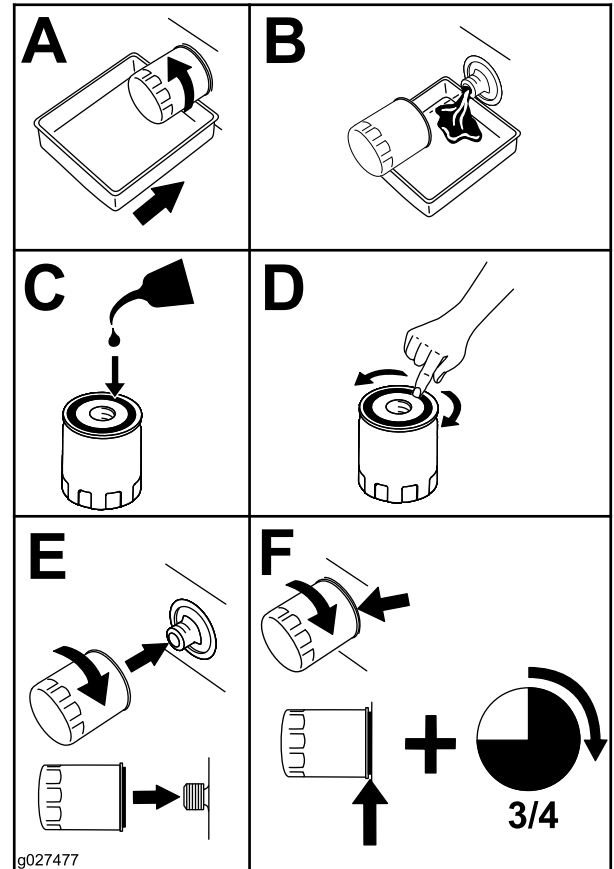

Bild 50
5. Wechseln Sie den Motorölfilter (Bild 50).